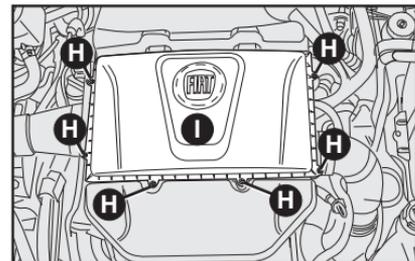

fig. 8
SUBSTITUIÇÃO - figs. 8 e 9
- soltar os parafusos **H-fig. 8** e retirar a tampa **I-fig. 8**;